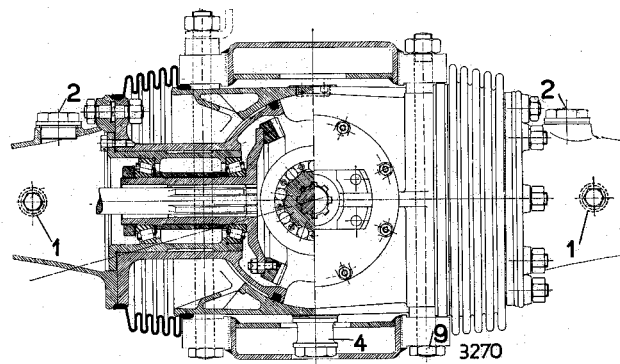

Fig. 44 Coupe transversale du différentiel
- Vidanger l'huile des demi-essieux et des carters des engrenages des roues tous les 25 000 km après une longue marche et pendant que l'huile est chaude. Dévisser pour cela la vis de vidange 4 (Fig. 44) aux carters de différentiel et les vis 5 aux carters des engrenages des roues. Remplir ensuite d'huile fraîche.